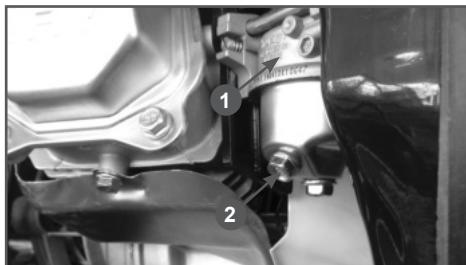

Рис. 20 Слив топлива из карбюратора
3. Открутите болт 2 на карбюраторе 1 (Рис. 20) и слейте топливо из поплавковой камеры в подготовленную для этого емкость.
- Слейте топливо из топливного бака и карбюратора (Рис.20).